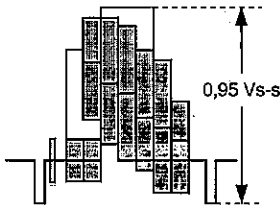

Abbildung 5-3.
- 3. Die Amplitude des E-E-Signals muß 1,0 Vs-s betragen, wie in Abbildung 5-3 dargestellt.